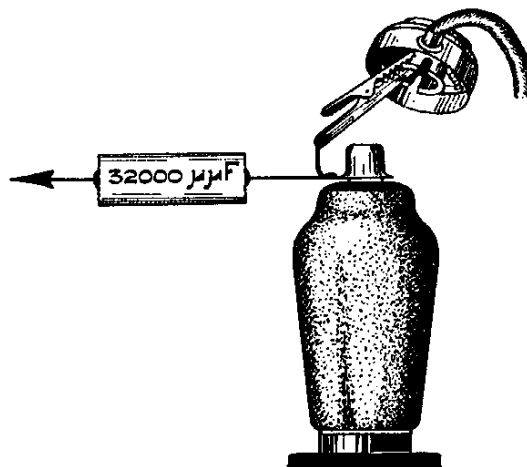

Fig. 5
5. Appliquer un signal modulé de 452 Kc à travers 32.000  $\mu\mu\text{F}$  sur la première grille de L2 (fig. 5).
7. Appliquer un signal modulé de 452 Kc à travers 32000  $\mu\mu\text{F}$  à la quatrième grille de L1 (fig. 5).